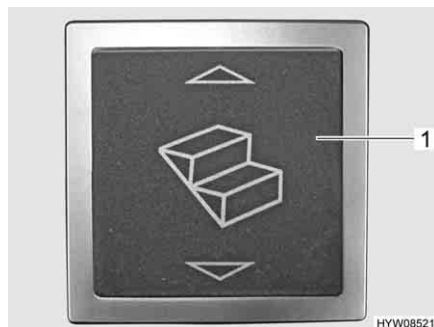

Fig. 3 Pulsante basculante dello scalino di ingresso (zona di ingresso)
- Premere il pulsante basculante (Fig. 3,1) nella zona di ingresso.